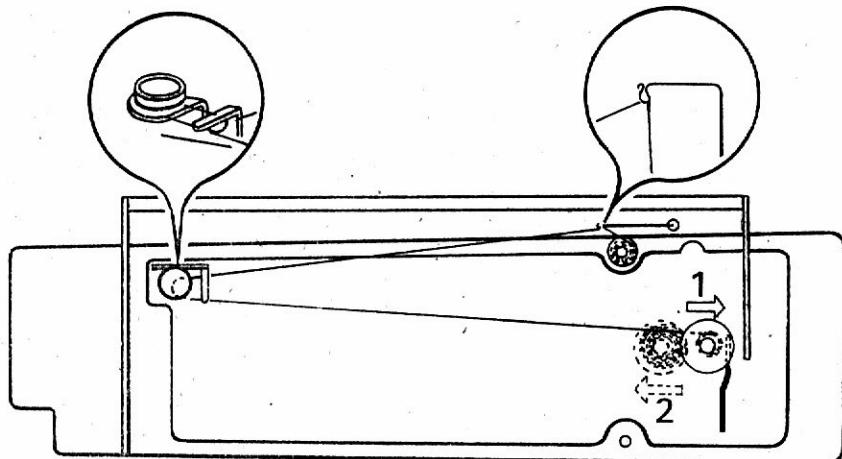
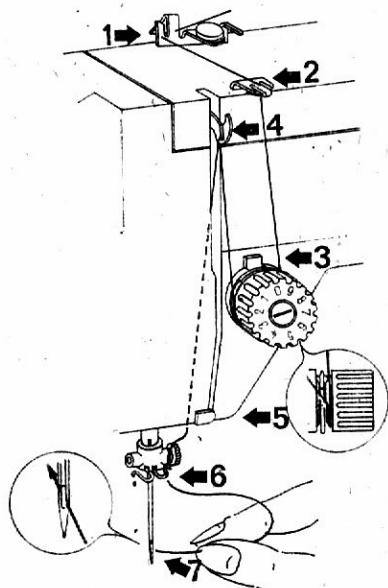

Abb. 14 · Fig. 14 · Afb. 14
Abb. 18      Fig. 18      Afb. 18
- Faden gemäß Abb. 14 einlegen und mehrfach um die Spule wickeln.
- Spuler nach rechts gegen das Handrad drücken (1). Ist die Spule gefüllt, bleibt der Spuler stehen.
- Spuler zurückdrücken (2) und Spule abnehmen
- Mettre en place le fil suivant la fig. 14 et l'enrouler plusieurs fois sur la canette.
- Pousser alors à droite le bobinoir, contre le volant (1). La canette étant remplie, le bobinoir s'arrêtera.
- Repousser le bobinoir (2) et enlever la canette.
- Dr̄aad er volgens afb. 14 inleggen en meermaals om de spoel wikkelen.
- Spoeler naar rechts tegen het handwiel drukken (1). Is de spoel vol, blijft de spoeler staan.
#### 14. Oberfaden einfädeln (Abb. 14 + 18) ★ Enfilage du fil supérieur (Voir fig. 14 et fig. 18) ★ Bovendraad inspannen (afb. 14 + 18)